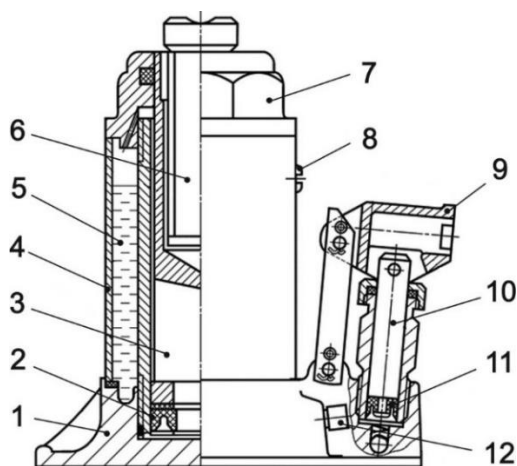

**Рис. 15.1** Общее устройство гидравлического домкрата
- установить домкрат под балку моста вблизи снимаемого колеса и вывернуть винт 6 (рис. 15.1) на требуемую высоту;